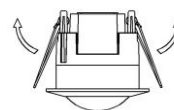

Fig.3
- Dobrar as molas de metal do sensor para cima, até que elas estejam na posição "I" com o sensor, e em seguida, colocar o sensor no teto no furo ou caixa de instalação com tamanho adequado ao sensor (Fig. 3 e 4).